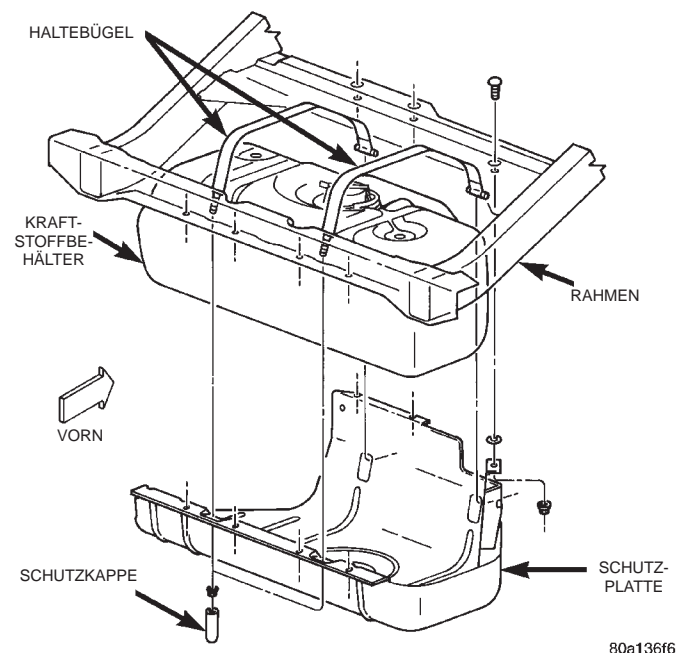

Abb. 7 Schutzplatte des Kraftstoffbehälters
(1) Die Schutzplatte des Kraftstoffbehälters abstützen.
(2) Die Schutzkappen von den Stehbolzen der Haltebügel abnehmen.
(3) Die Muttern lösen, mit denen die Schutzplatte an den Haltebügeln und den Querträgern befestigt ist (Abb. 7).
(4) Die Haltebügel des Kraftstoffbehälters von der Schutzplatte lösen.
(5) Den Kraftstoffbehälter abstützen und die Schutzplatte vom Fahrzeug abbauen.